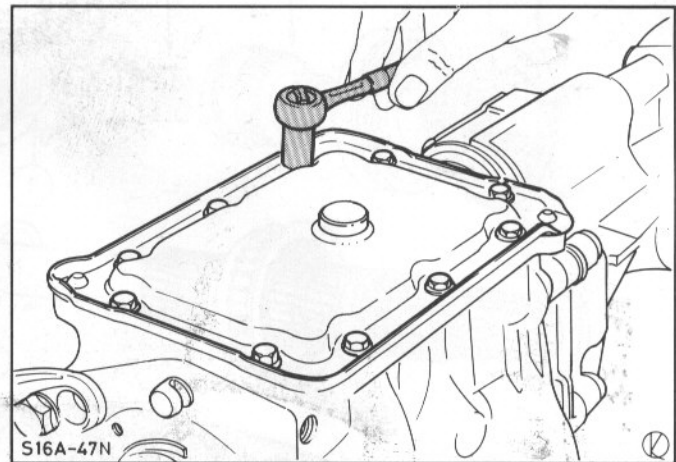

Abb.114 Deckel-Getriebegehäuse abbauen
4. Deckel-Getriebegehäuse abbauen, Abb.114, Getriebe schwenken und Getriebeöl auslaufen lassen.